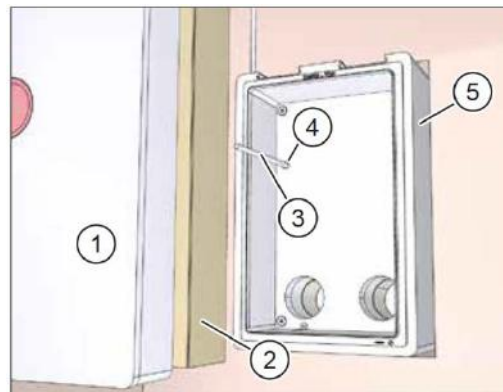

Рис. 14: Вставить монтажную коробку
- ▶ Снимите гипсовую защитную крышку (поз. 1 на рис. 14) с монтажной коробки (поз. 5 на рис. 14).
- ▶ Снимите картонную вставку (поз. 2 на рис. 14) с монтажной коробки (поз. 5 на рис. 14).
- ▶ Протяните сетевой кабель и, при необходимости, кабель линии управления (поз. 3 на рис. 14) через кабельный ввод в монтажной коробке (поз. 4 на рис. 14).
- ▶ Вставьте монтажную коробку (поз. 5 на рис. 14) полностью в стенной проем.